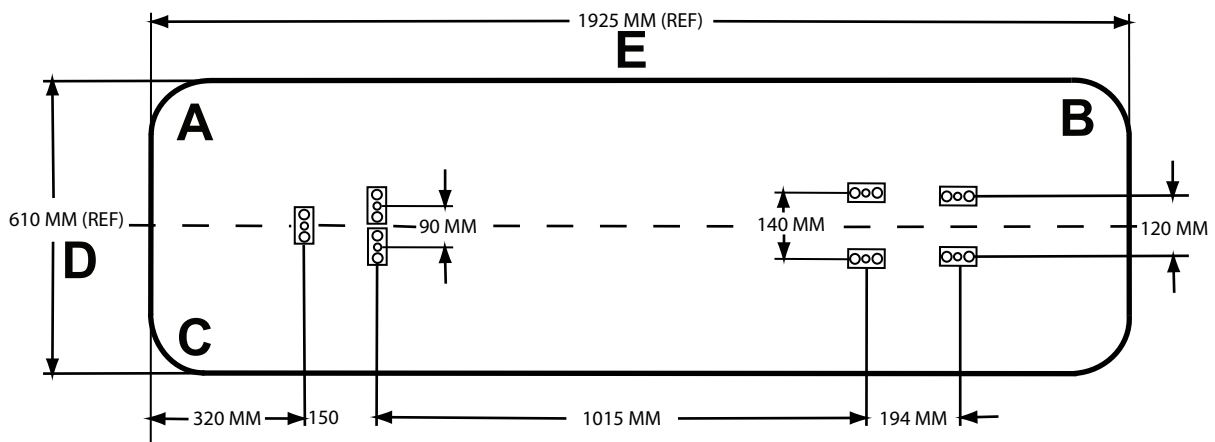

Abbildung 2 – Installationsstellen für Bodenplatten
2. Unter Anwendung der in Abbildung 2 dargestellten Abmessungen die Stellen lokalisieren und anbohren, an denen die Bodenplatten befestigt werden.